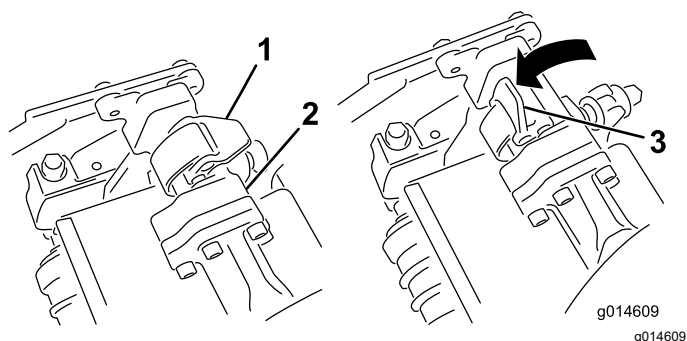
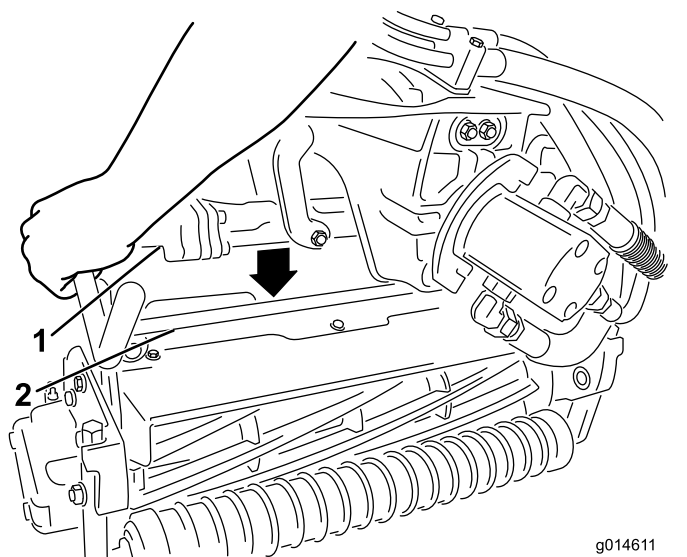

図 54
図 55
3. サスペンションアームのバーについているラッチを上向き開いた状態にして 図 54、サスペンションアームを押し下げて、バーを、カッティングユニットのバーの上に被せるようにする 図 55。
4. ラッチを下げて閉じるとカuttingユニットのバーがロックされてユニットがアームにセットされる図 54。
アームのバーについているラッチを開く(図 54)。